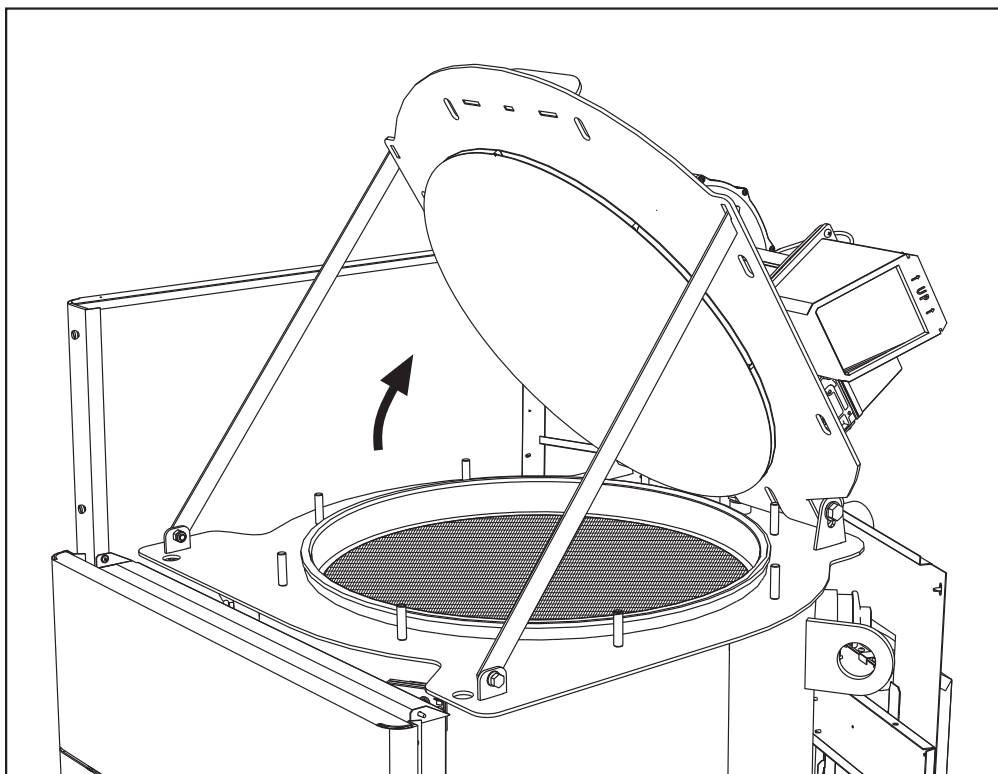

рис. 71
- Откройте дверцу горелки и зафиксируйте ее с помощью опорных кронштейнов (рис. 71).